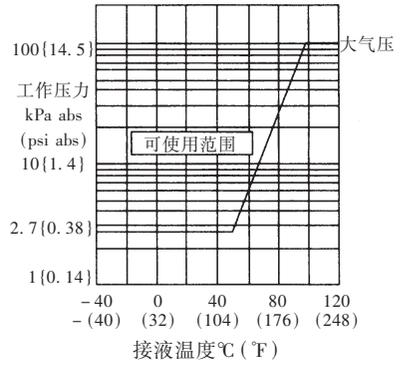

图 1 工作压力和环境温度关系图
2.7kPa abs(0.38 psing) 至(法兰规格)见图 1